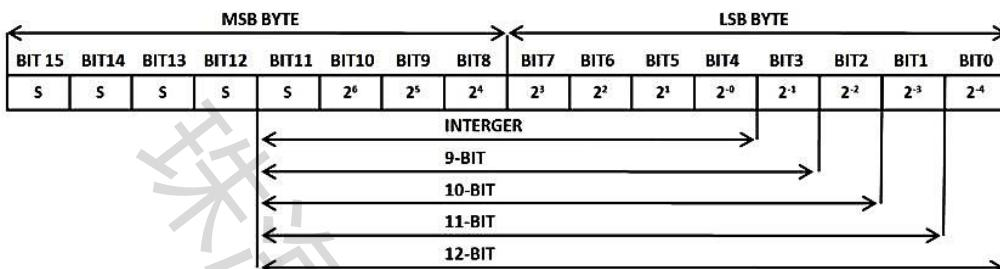

图 11 温度寄存器数据分布图
HX18B20-T 在完成温度转换后，会将测得的温度值与存储在 TH 和 TL 寄存器（如图 11）中的用户定义的报警阈值进行比较。**这一功能仅适用于 11 位和 12 位模式**。比较的结果会通过标志位 (S) 表示温度值的正负：S=0 表示正数，S=1 表示负数。值得一提的是，TH 和 TL 寄存器具有非易失性（EEPROM），这意味着即使在掉电后，它们存储的数据仍然会保留。
根据分辨率的不同，读取的温度数据位数也不同。当分辨率为 9 位时，读取位为第 3 位到第 11 位；分辨率为 10 位时，从第 2 位读到第 11 位；分辨率为 11 位时，从第 1 位读到第 11 位；分辨率为 12 位时，从第 0 位读到第 11 位。详细信息如 图 11 所示，LSB 表示低数据位，MSB 表示高数据位。